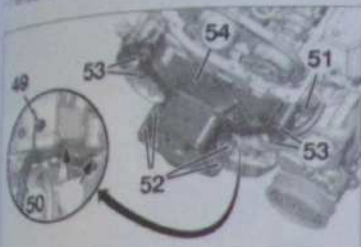

Fig. 22
- la vis (49) (Fig.22).
- Ecarter le faisceau (50).
- la jauge à huile (51),
- les vis (52) et (53),
- l'ensemble support moteur (54).